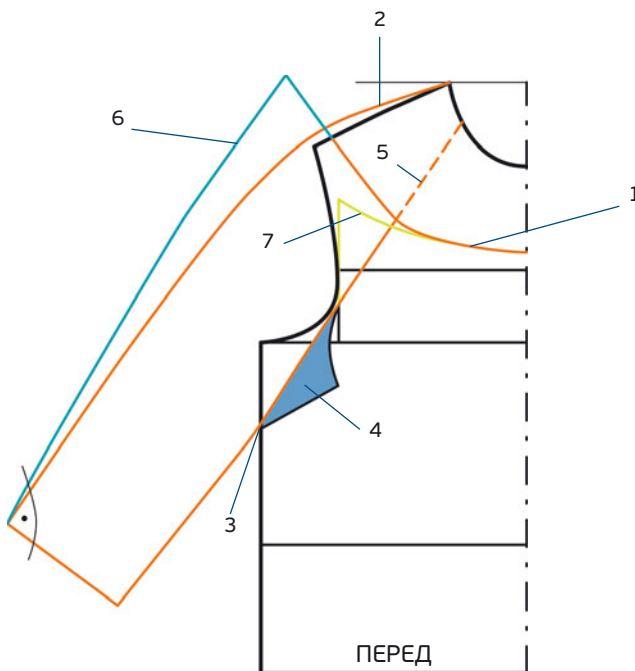

РИС. 1
2. От горловины проведите линию верха рукава через линию плеча под углом к горизонтали около 45° . Затем на перпендикуляре к этой линии рукава отложите половину ширины низа рукава (рис. 1, оранжевым цветом).
4. Перечертите полученную деталь в зеркальном отражении (рис. 1, синим цветом).
6. Увеличьте ширину линии кокетки на рукаве (здесь около 10 см), чтобы оставить больше ткани для присборивания (рис. 1, синим цветом).
7. Затем увеличьте по ширине кокетку переда на такую же величину (рис. 1, зеленым цветом).